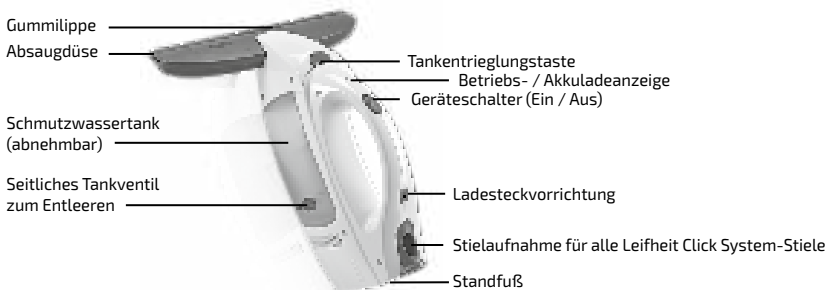

Abbildung 2: Fenstersauger Bedienelemente
- Stellen Sie das Gerät auf den Standfuß (siehe Abbildung 2) und schalten Sie es aus, solange es nicht verwendet wird.